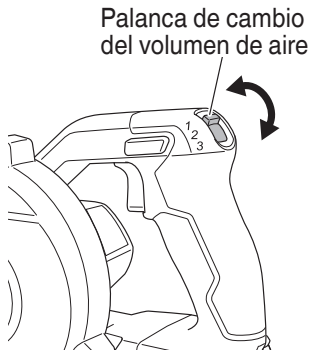

Fig. 14
- Función de control de volumen de aire (Fig. 14)